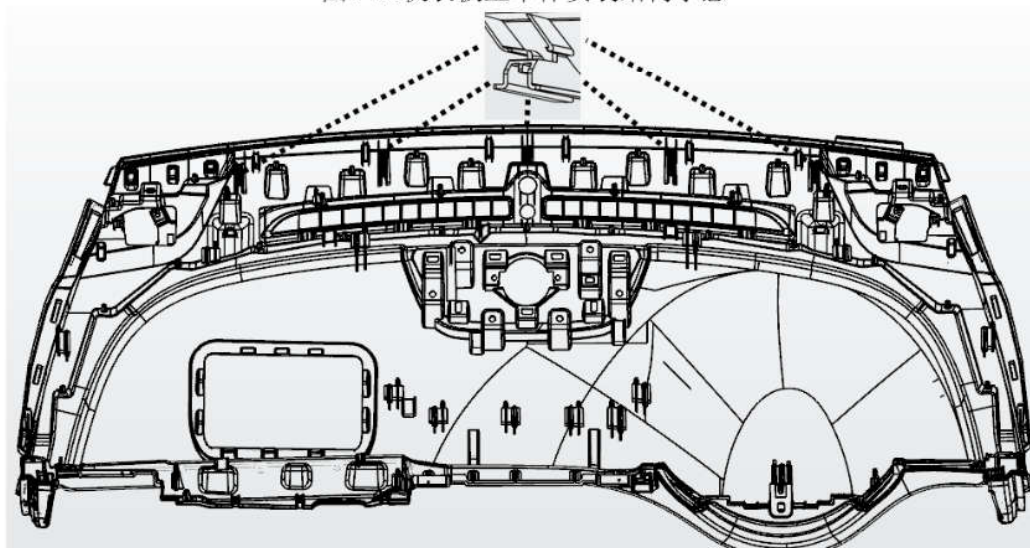

图1-29仪表板上本体前端背面卡脚示意
(1) 上本体水平放置移动至管梁总成上方；
(2) 将仪表板上本体前端背面的 5 个卡脚（图 1-29）卡入前围板金；